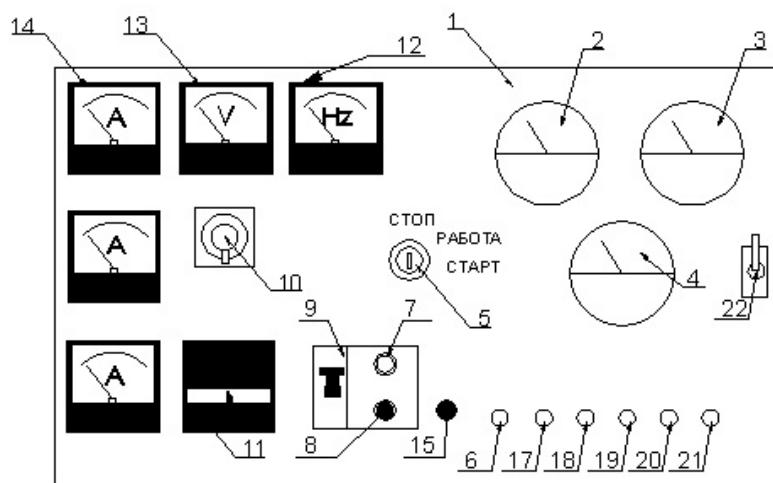

Рис. 1.
Описание составных частей электроагрегата приведено в соответствии с рис. 1 (см. приложение 1).
4.1. ПУЛЬТ УПРАВЛЕНИЯ И ПУЛЬТ СИЛОВОЙ НАГРУЗКИ (см. рис. 1)